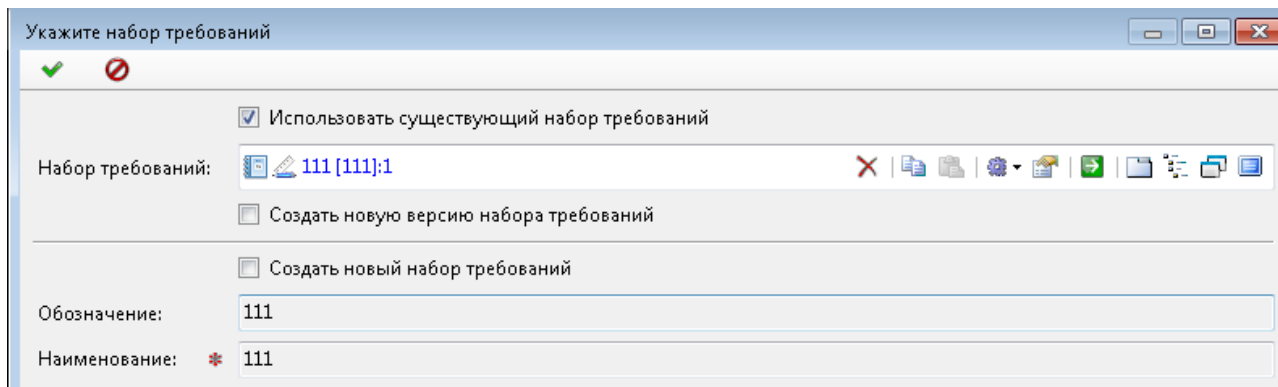

Рисунок 15 — Окно установки нового набора требований
- система откроет окно (Рисунок 15), в котором необходимо указать набор требований для регистрации новых требований, или отметить галочкой необходимость создания нового набора и ввести его характеристики;